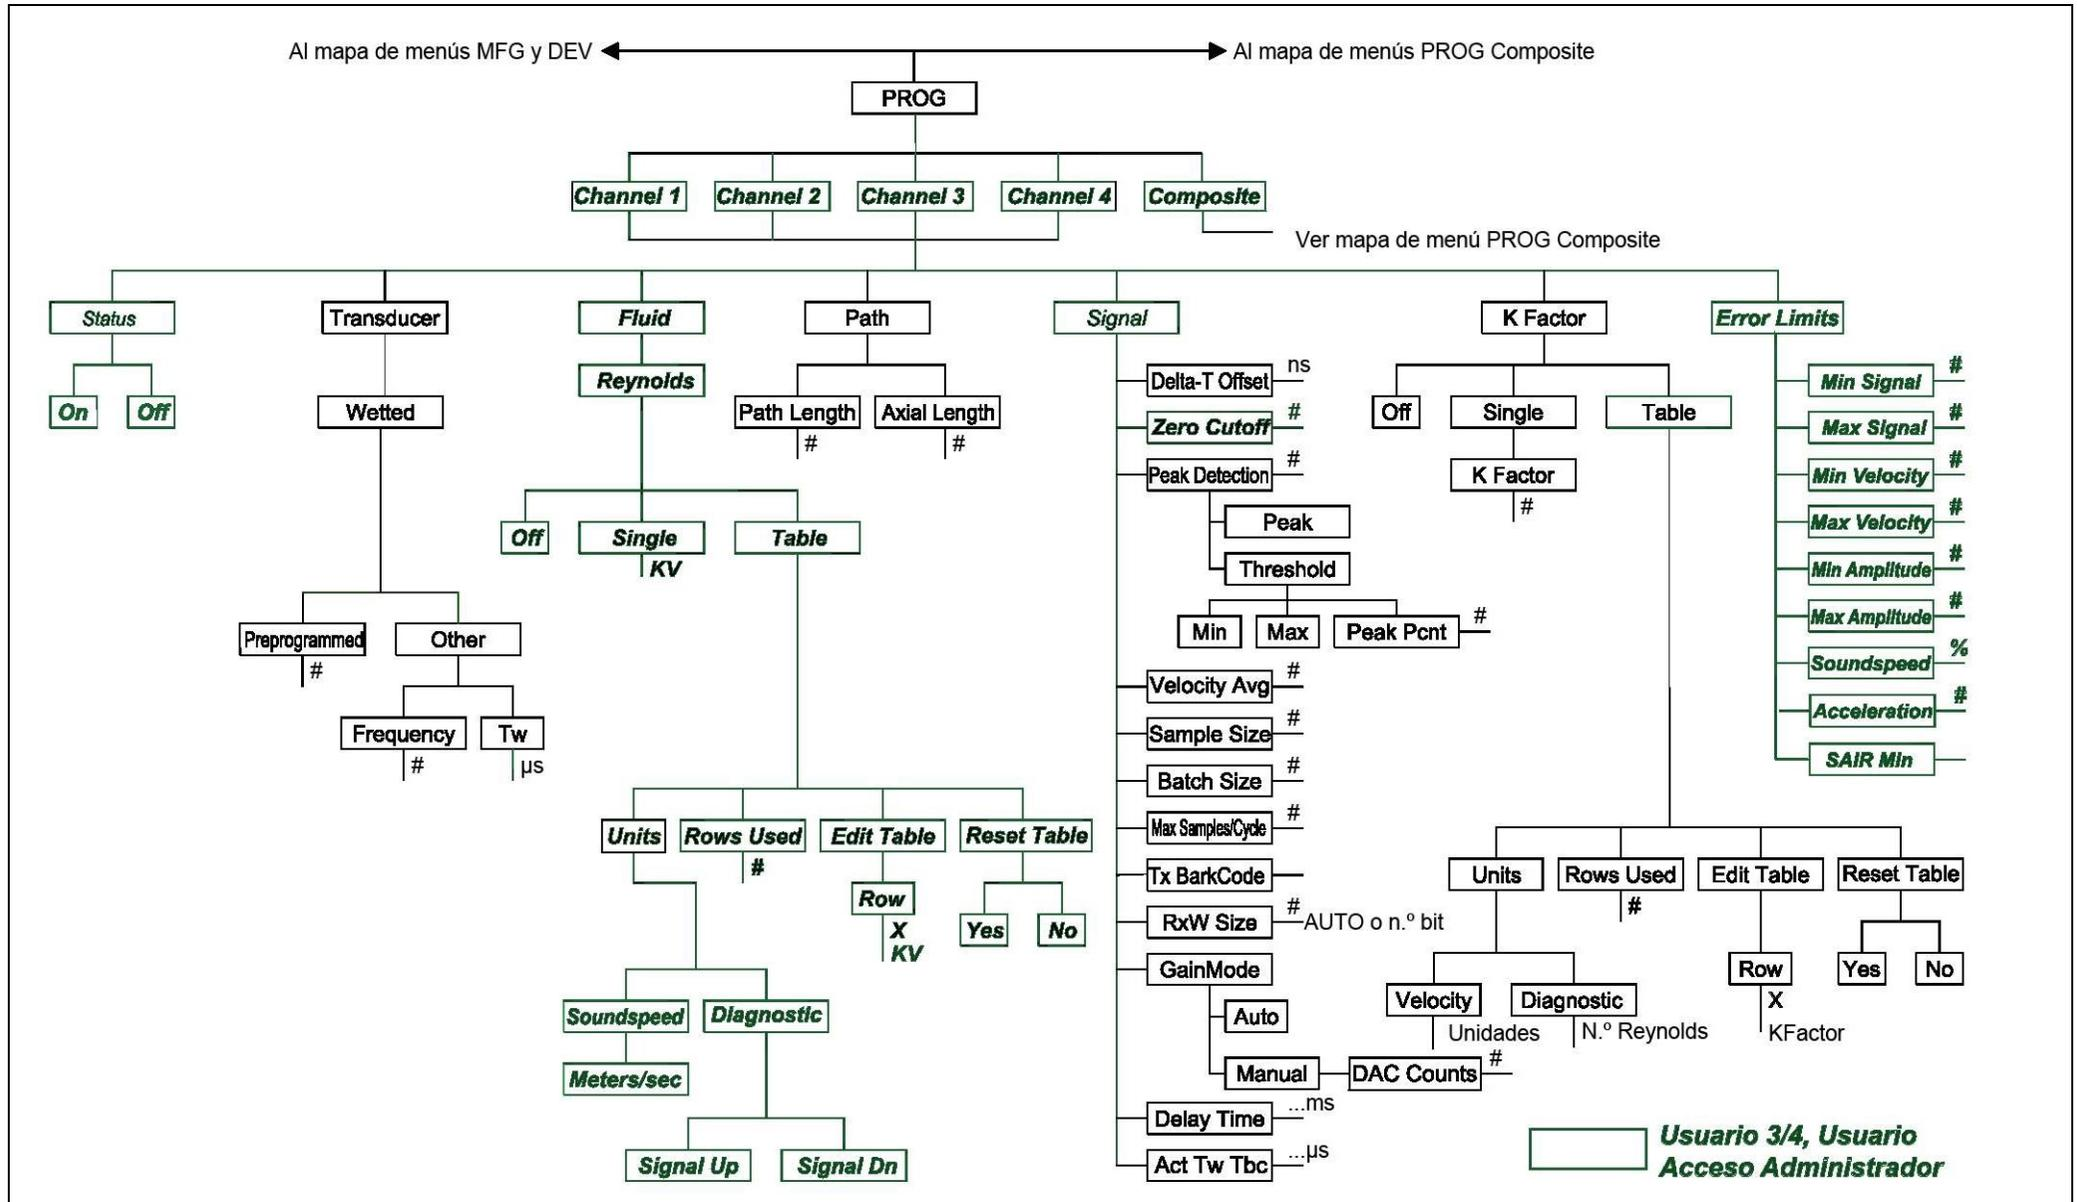

Figura 66: Mapa de menú PROG-CHANNEL
- Figura 66, “Mapa de menú PROG-CHANNEL,” en la página 128